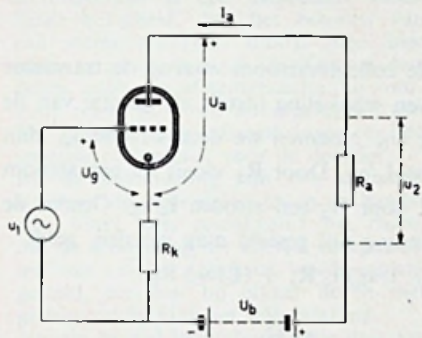

Fig. 17
② In fig. 17 is een triode opgenomen, waarvan de geïdealiseerde I_a - U_a -karakteristieken worden voorgesteld door de vergelijking